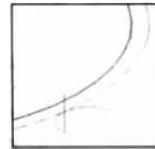

图 5-89 圆弧进/退刀
(2) “圆弧进/退刀”选项组：圆弧进/退刀是指以一段圆弧作引线，与相接的外形刀具路径相切的进/退刀方式，如图 5-89 所示。这种方式可以获得比较好的加工表面质量，通常